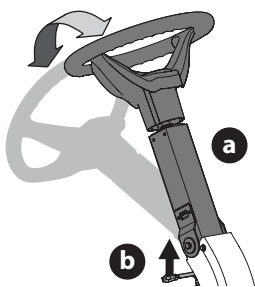

Fig. 9
1. Pour faire incliner la colonne du volant de direction (a) vers l'avant, tournez le levier de réglage (b), placez la colonne du volant de direction (a) à la position désirée, puis relâchez le levier de réglage (b) pour fixer la colonne du volant de direction (Fig. 9).